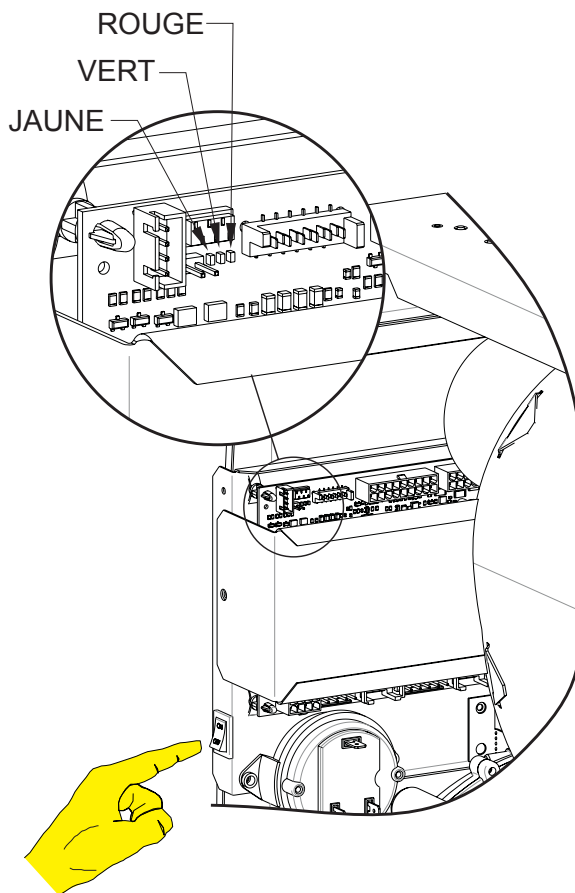

Figure 8
2. Mettre l'interrupteur de courant principal à la position de marche (ON). Si le courant électrique est présent, les témoins DEL rouge et vert sur le panneau de commande commenceront à clignoter en alternance. **Voir Figure 8.**